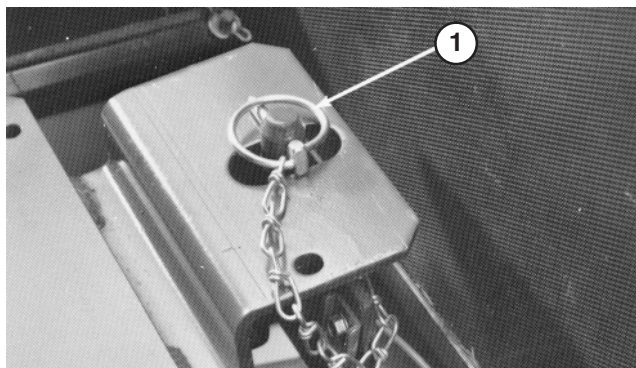

Figure 11
- Dégagez la béquille de support du siège et baissez-la. Abaissez le siège et poussez la goupille à anneau dans le goujon de verrouillage du siège. Repliez l'extrémité métallique de la goupille par-dessus le goujon du verrou (Fig. 11).